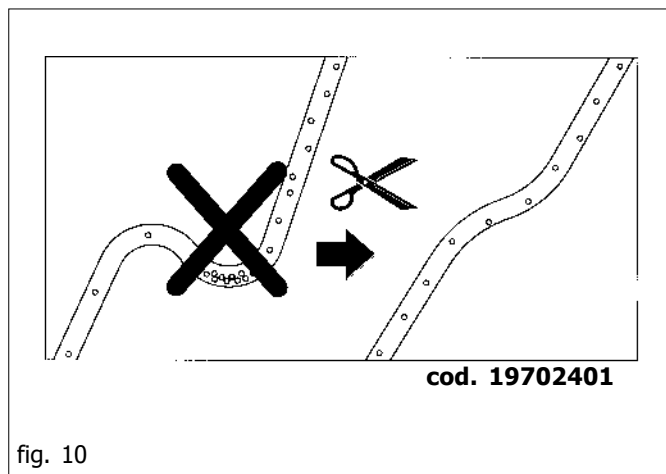

fig. 10
- 5) Verificare la lunghezza dei tubi di discesa seme: in lavoro si deve evitare la formazione di anse e piegamenti, quindi di rotture. Eventualmente adattarli variando la lunghezza come in Fig. 10